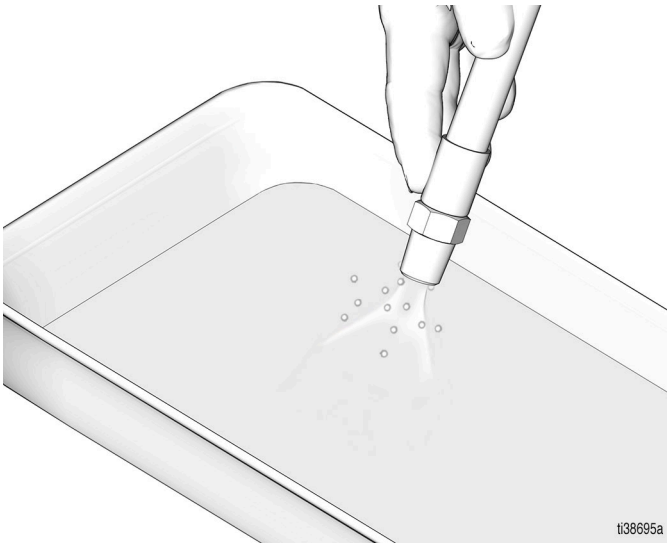

FIG. 3
2. Dégager toute la conduite d'alimentation en lubrifiant avec de l'air comprimé (FIG. 3).